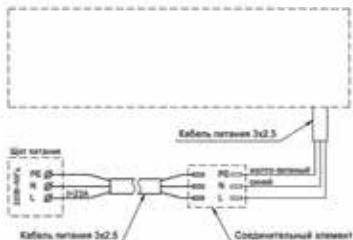

Рис. 5
2. Подключение к стационарной электросети производится в соответствии со схемой, указанной на рис. 5 на корпусе завесы.